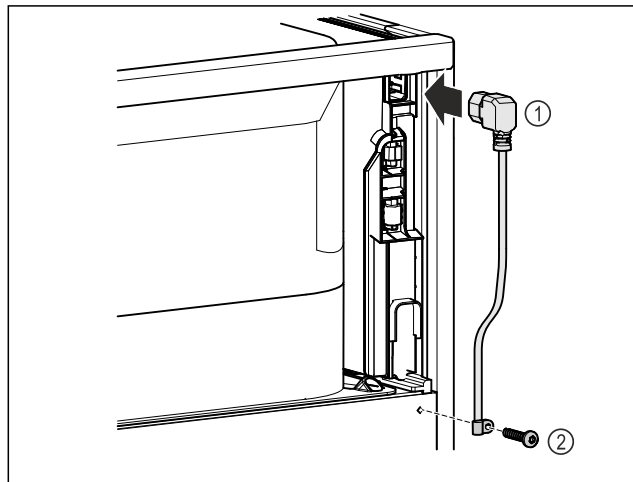

Fig. 8
- ▶ Insertar el conector para aparatos de frío del cable de alimentación Fig. 8 (1) en la parte posterior del dispositivo.
- ▶ Montar la protección contra tirones Fig. 8 (2).